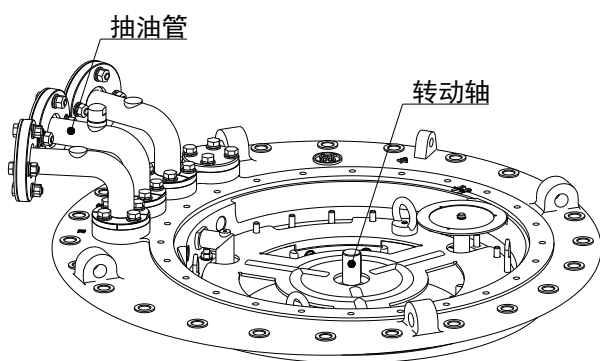

图 5-23
4. 切换芯子吊装至开关油室的上方，缓慢落下切换芯子直到它的最终位置。确保切换芯子安装板在开关中位置正确（切换芯子的顶板上有 2 处缺口相隔 120°，一处对准抽油管，一处对准用于安装档位盘的传动轴）。紧固支撑板：用 10 个 M8 螺母（13 号外六角扳手，扭矩 23 ~ 26Nm，有弹簧垫圈）（图 5-23）。